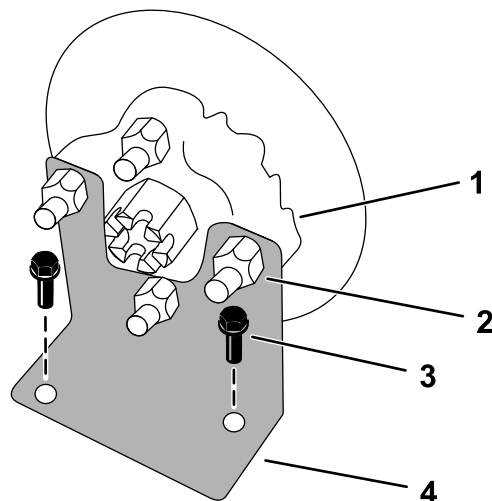

Figura 1
9. Rimuovete i 4 dadi ruota da ciascuna delle sedi sulle ruote (Figura 1).